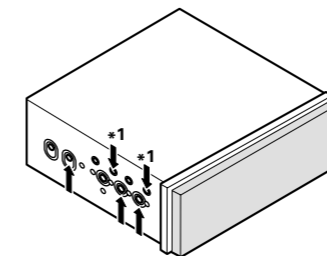
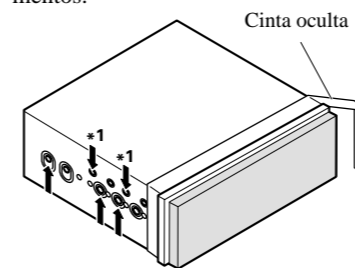
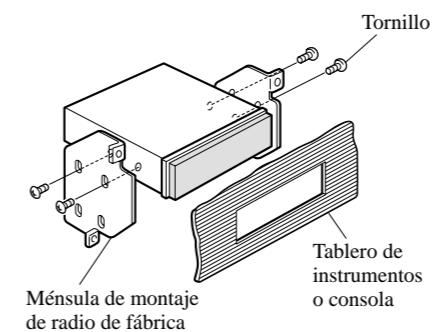

Fig. 13
Fig. 14
Fig. 15
- **Fijación de este producto a la ménsula de montaje de radio de fábrica. (Fig. 13) (Fig. 14) (Fig. 15)**